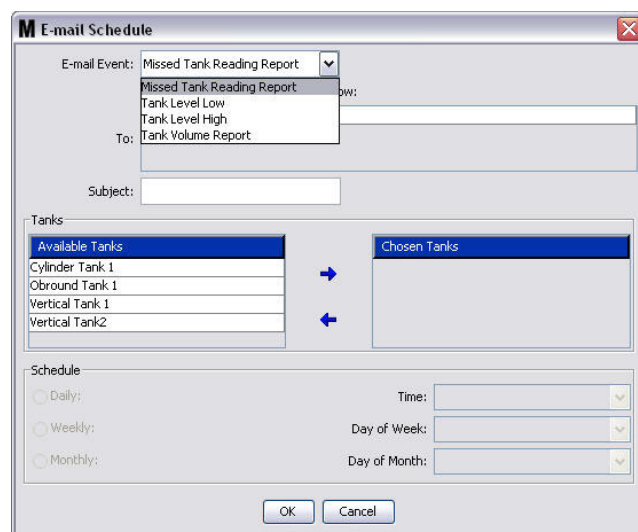

FIG. 141
1. Klik op de knop Nieuw schema om het configuratiescherm voor het e-mailschema zoals afgebeeld in FIG. 141 weer te geven.
2. Het scherm met het e-mailschema zoals in FIG. 141, pagina 107 wordt weergegeven. Wanneer u de wijzigingen hebt aangebracht, klikt u op OK om het scherm te sluiten en de wijzigingen op te slaan.